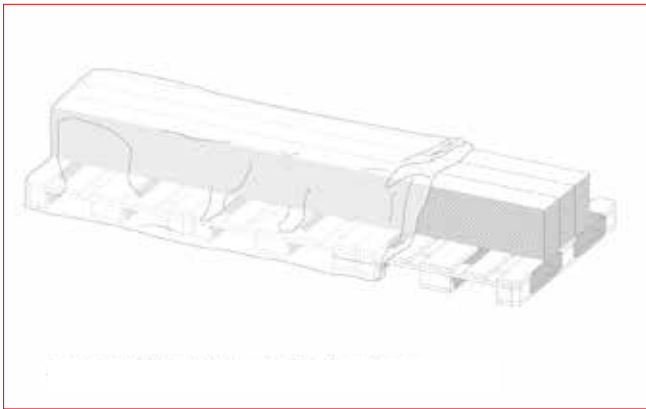

Fig. 6 – Dekk til under oppbevaring
- Under oppbevaring bør VIVIX Lap-plankene oppbevares horisontalt på flate paller eller støtter på en jevn overflate, og bør dekkes til for å hindre oppsamling av fukt, samt sikre nødvendig ventilasjon (se fig. 6)